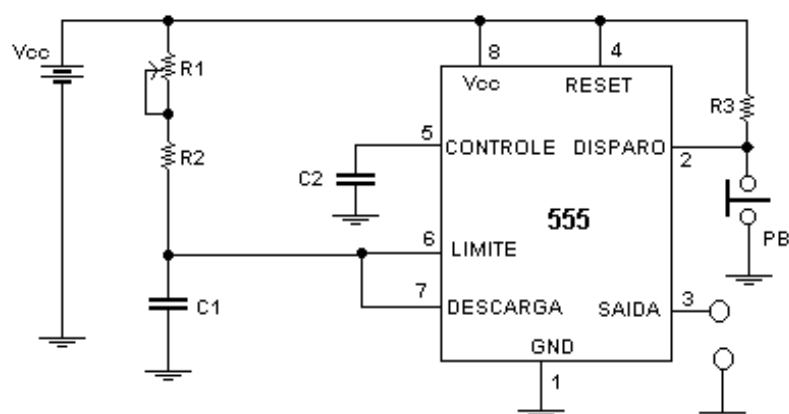

Figura 34
12.1 – Monte o circuito da figura 34: